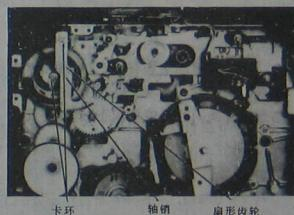

图 1-52 扇形齿轮和凸齿轮
6) 最终装好后的情况如图 1-52 所示, 同时, 两个 V 形标记在方式选择开关上吻合在一起。